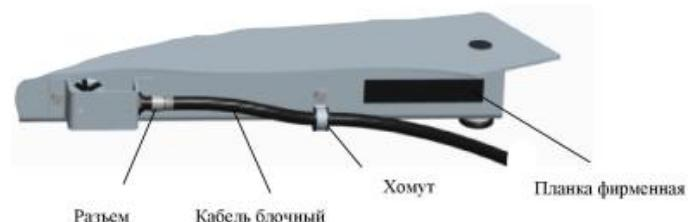

Рис. 5.1 - Подключение кабеля
5.4 Подключить к модулю кабель. Закрепить кабель хомутом, как показано на Рис. 5.1.
15.5 После поверки нанести на планку фирменную модуля (Рис. 15.1, Рис. 5.1) оттиск поверительного клейма.